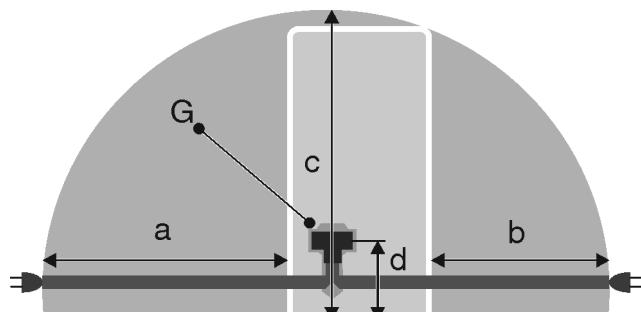

Fig. 31
- Steckdose liegt außerhalb des Geräterückseitenbereichs im gegebenen Bereich Fig. 31 (a, b, c).
- Gerätestecker Fig. 31 (G) auf der Rückseite des Gerätes einstecken. Auf richtiges Einrasten achten.